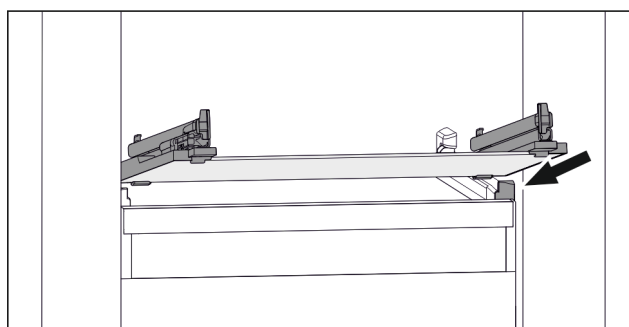

Fig. 79 Příklad znázornění skleněné desky
- ▶ Nasadíte skleněnou desku šikmo za zarážky. (viz Fig. 79)